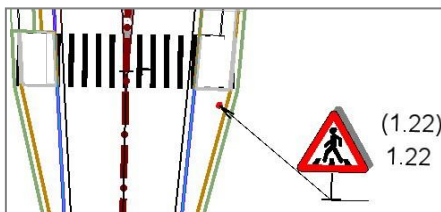

Рис. 29.21
- Параметр **Обратный знак** служит для установки двухсторонних знаков, например таких, как **Пешеходный переход** (рис. 29.21).